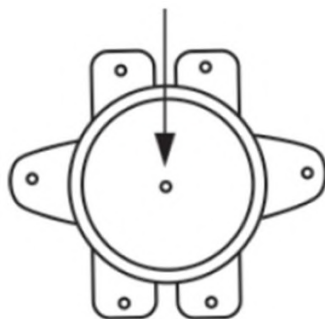

Рисунок 6
- нажать до щелчка кнопку, расположенную по центру термовыключателя, который находится рядом с ТЭНом (имеет круглую форму), рисунок 6;